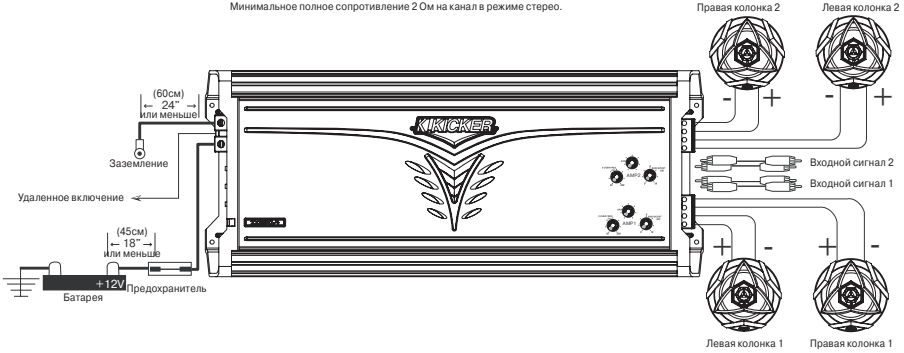

Рисунок 3
**Мостовой режим (Моно).** Усилители серии ZX.4 могут работать при минимальном полном сопротивлении 4 Ом в соединенном режиме. См.рис.3.
**Одновременное Стерео и Моно (SAMS).** Усилители серии ZX.4 могут работать при минимальном полном сопротивлении 4 Ом в режиме моно и 2 Ом в режиме стерео одновременно при использовании пассивных кроссоверов. См.рис.3.